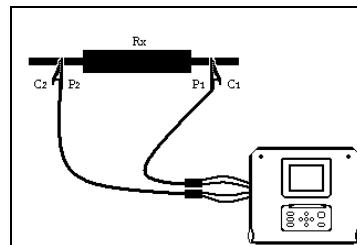

Рисунок 5.3: Измерение сопротивления
- Подключите объект измерений к прибору (см. рисунок 5.3).